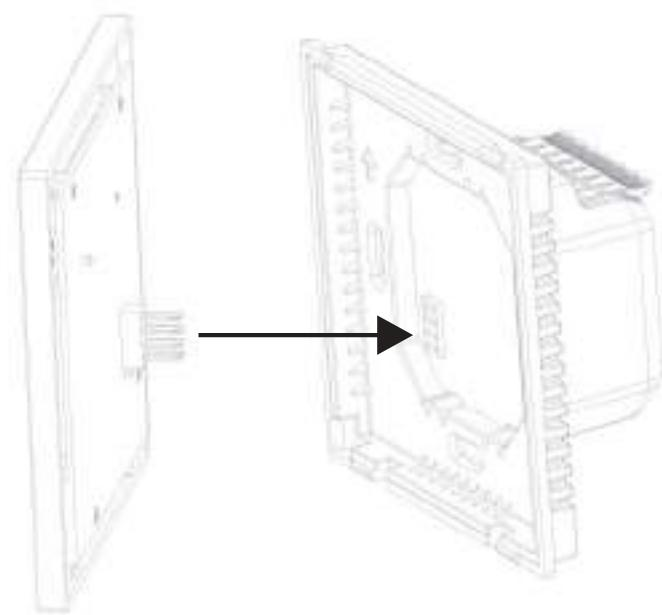

Рис. 6 Позиционирование штыревого разъёма
5. Позиционируйте штыревой разъём на лицевой части так, чтобы попал в пазы на боксе (рис. 6).